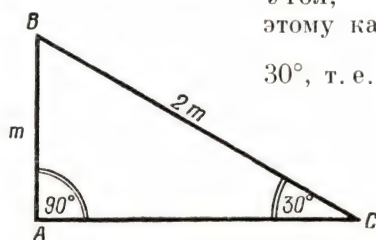

Рис. 34.
Предварительно заметим, что некоторые определенные углы делятся на три равные части очень легко и обычными инструментами — линейкой и циркулем. Например, деление прямого угла на три равные части выполняется следующим образом (рис. 34). Строят прямоугольный треугольник, один из катетов которого (AB) равен половине гипотенузы (BC).